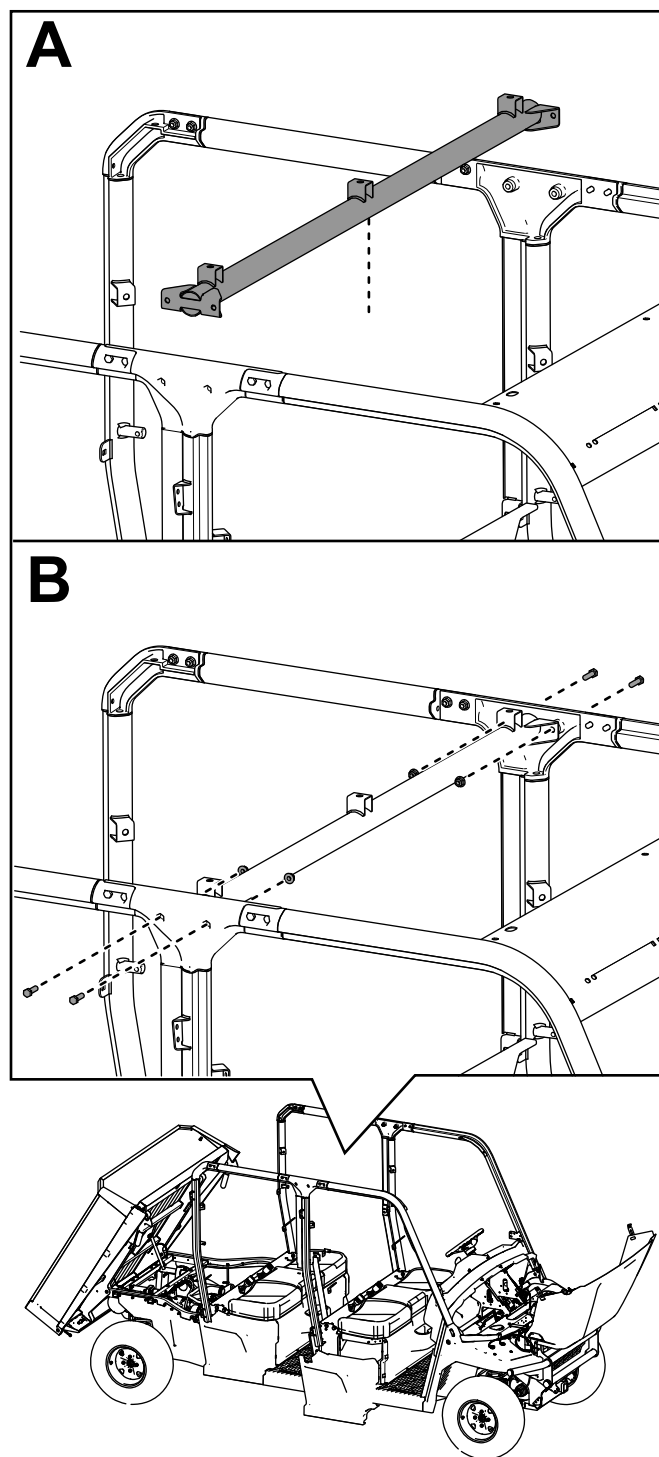

図 43
16. 中間 ROPS アセンブリに、中間クロスリンクを取り付ける六角ヘッドボルト3/8 x 1-1/4"4 本とロックナット3/8"4 個で図 43 のように取り付ける。